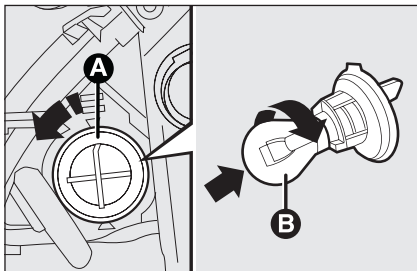

fig. 15
- rode o suporte no sentido anti-horário **A-fig. 15** e retire-o;